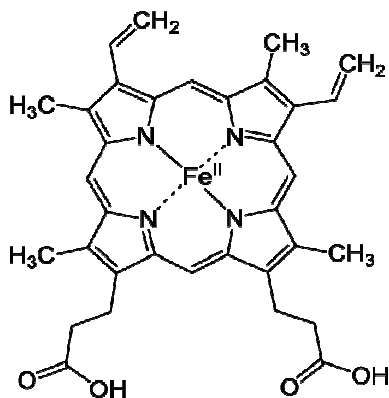

Рис. 1. Гем (железопроtopирин) – простетическая группа гемоглобина
Жизнь на планете Земля – это жизнь в экстремальных условиях: кислород один из сильнейших окислителей и в атмосфере его содержится 21%. Поэтому Природа создала аэробные* организмы, использующие кислород в процессе дыхания, противоположном фотосинтезу. В процессе дыхания происходит окисление сахаров с дальнейшим высвобождением энергии в виде АТФ*. Для выполнения этой задачи Природа создала белок гемоглобин*, связывающий и транспортирующий кислород. Гемоглобин – тетрамерный белок, состоящий из четырех молекул или субъединиц полипептидной цепи. Каждая субъединица содержит парамагнитный* координационный комплекс железа(II) с порфирином (рис. 1), называемый гемом или железопроtopорфирином. В процессе обратимого связывания центром железа(II) молекулы кислорода превращаются в супероксидный лиганд* ($O_2^{\bullet -}$) и диамагнитный* центр железо(III). Роль объемного белкового окружения (гемоглобина) сводится к сохранению активных центров (ионов железа) в высокоэнергетическом состоянии вдоль желаемой координаты реакции $[Fe(II) \rightleftharpoons Fe^{3+}(III) - O_2^{\bullet -}]$. Поэтому ионы железа находятся в шатком равновесии между двумя высокоэнергетическими состояниями $[Fe(II) \rightleftharpoons Fe(III) - O_2^{\bullet -}]$ в комплексе. Таким образом, с помощью ионов железа осуществляется связывание и транспорт кислорода гемоглобином.